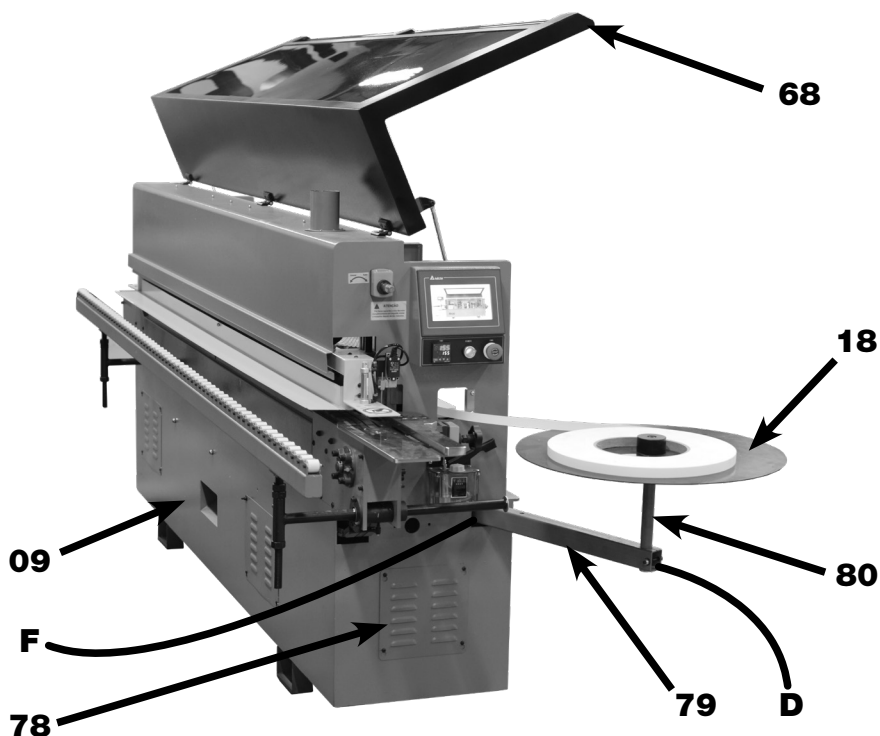

FIGURA 21 – Montagem da Mesa de Apoio da Fita
1. **ABRIR** a Porta de Acesso (68);
2. **RETIRAR** a Tampa de Acesso Lateral (78) (figura 21);
3. **POSICIONAR** o Tubo da Mesa da Fita (79) no Furo **F** da Estrutura (09) (figura 21);